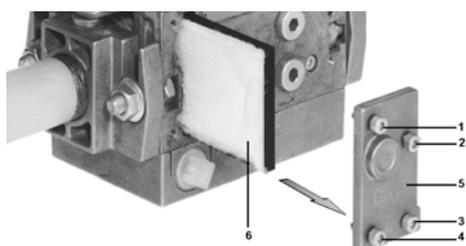

Fig. 33
- 2 Svitare le viti 1 ÷ 4 con una chiave esagonale n. 3 e togliere il coperchio del filtro 5 in Fig. 33.